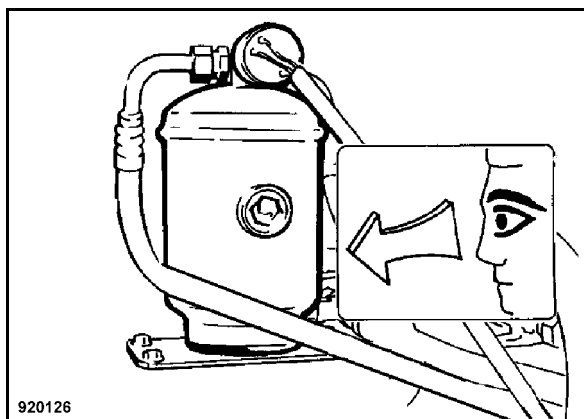

Fig. 149
- Comprobar la unidad secadora / colectora (Fig. 149) por daños mecánicos o corrosión.